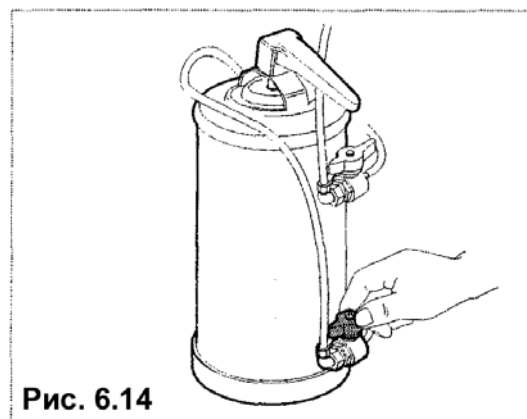

Рис. 6.14
- Включите автомат и дайте течь воде до тех пор, пока она станет несоленой (рис. 6.14).